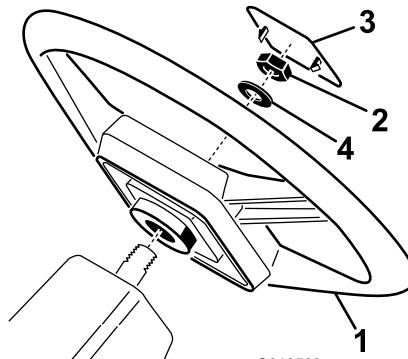

図 3
1. ハンドルシャフトからジャムナットを外す。ハンドルシャフトにハンドルとワッシャを順に取り付ける(図3)。